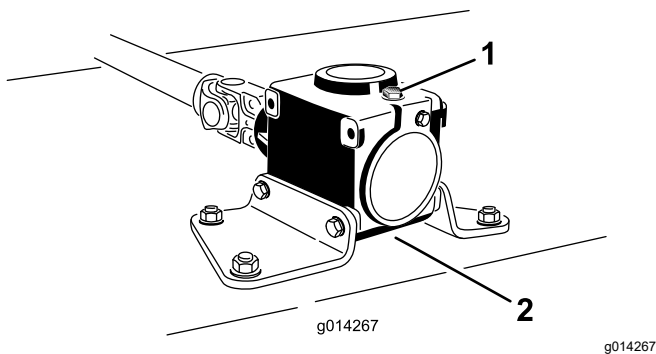

Рисунок 22
6. Извлеките щуп или снимите пробку заливной горловины в верхней части редуктора (Рисунок 22) и убедитесь в том, что уровень масла находится между метками на щупе.
6. Извлеките щуп или снимите пробку заливной горловины в верхней части редуктора (Рисунок 22).